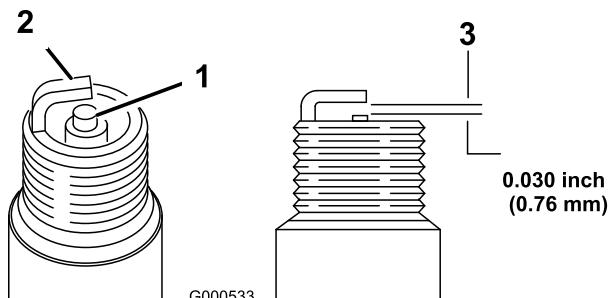

Figura 51
1. Veja a parte central das velas de ignição (Figura 51). Se verificar uma cobertura castanha ou cinzenta no isolante, o motor está a funcionar correctamente.
2. Verifique a folga entre os eléctrodos central e lateral (Figura 51) e dobre o eléctrodo lateral, se verificar uma folga incorrecta.